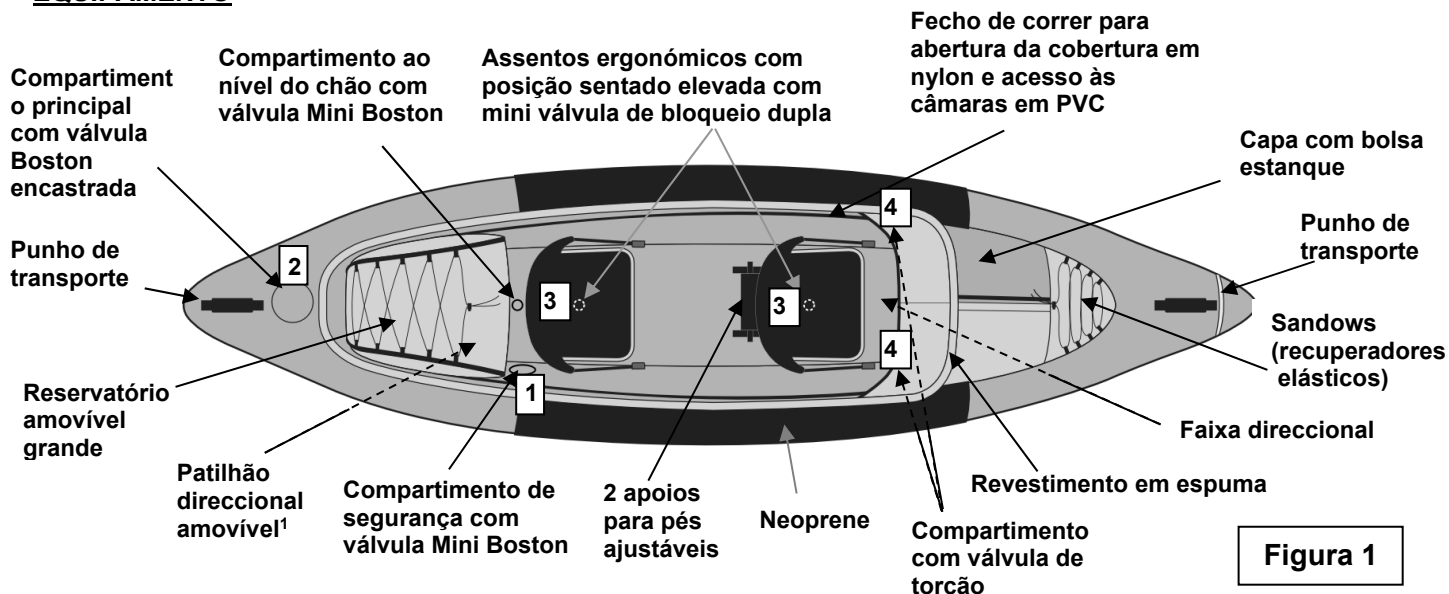

Figura 1
- Válvula(s) Boston (figura ao lado): desaparafuse a tampa da válvula (1), aparafuse o corpo da válvula (2) na base da válvula (3); mantenha esta a tampa acessível. Introduza a extremidade do tubo da bomba na válvula e enche até atingir o nível de pressão recomendado (ver ponto 3). Após o enchimento, fechar bem todas as válvulas com as suas tampas (nos sentidos dos ponteiros do relógio). **N.B.:** uma ligeira fuga de ar antes do fecho das válvulas com as suas tampas é normal. Apenas a tampa das válvulas assegura a **ESTANQUIDADE**.
- Válvula de bloqueio dupla™ e Mini válvula de bloqueio dupla™ – consultar desenho na página 2 / a: Abra a válvula (A). Para iniciar o enchimento, retire a tampa e puxe-a para fora (B). Ligue o bico do adaptador à válvula e ligue a bomba (C). Para fechar a válvula: empurre para dentro a bomba, fechando assim a válvula (D). Retire a bomba e feche a tampa exterior (E).
- Encha de ar o produto segundo a ordem de enchimento indicada na placa de matrícula impressa no produto (ver igualmente a figura 1, a numeração das válvulas).